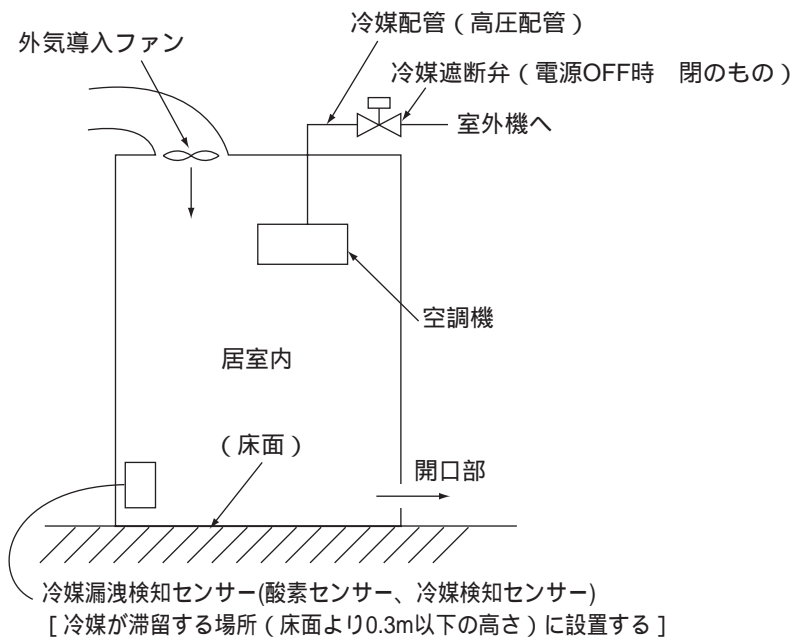
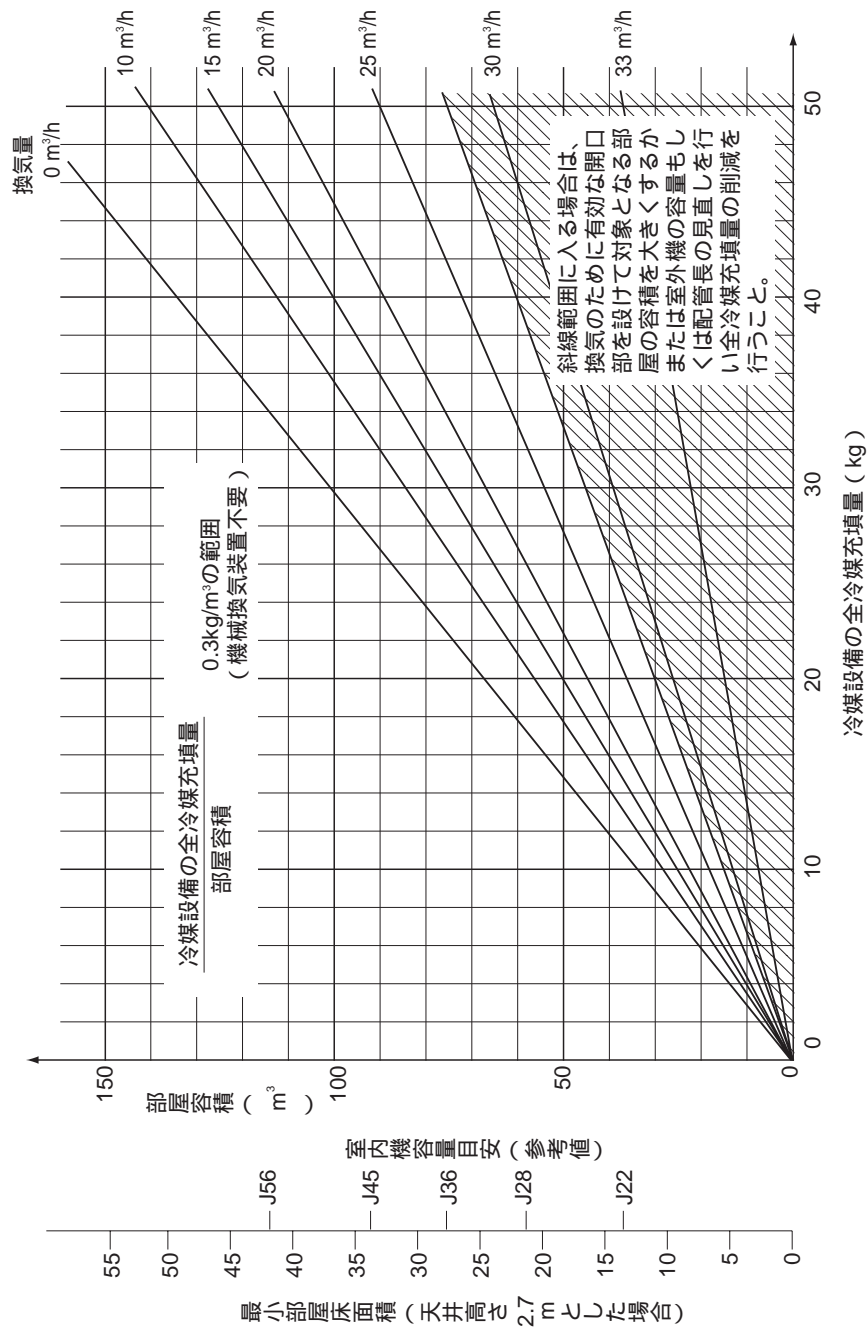

図4 常時換気システムと冷媒遮断弁の併設
図1 換気量によるシステムの選定
換気量は対象冷媒設備の全冷媒充填量と部屋容積によって図1に示す量以上としてください。
- (a)換気システムを設置する場合でも図1の斜線で示す範囲は万一の換気システムの故障を考え選定しないようにしてください。この範囲に入る場合は原則的に **対応1** **対応2** に示すように換気のために有効な開口部を設けて対象となる部屋の容積を大きくするかまたは、室外機容量もしくは配管長の見直しを行い全冷媒量の削減を行ってください。
- (b)換気システムを設置した場合で図1の斜線で示す範囲に入り、 **対応1** **対応2** がとれない場合は、換気システムとは別の独立した安全確保のための手段を設けてください。具体的には冷媒漏洩時のセンサ - によって作動する冷媒遮断弁や在室者の危険を知らせる確実な警報システムです。この場合センサ - は上記換気システム作動用のセンサ - とは別にしてください。図4に冷媒遮断弁併設の場合を示します。